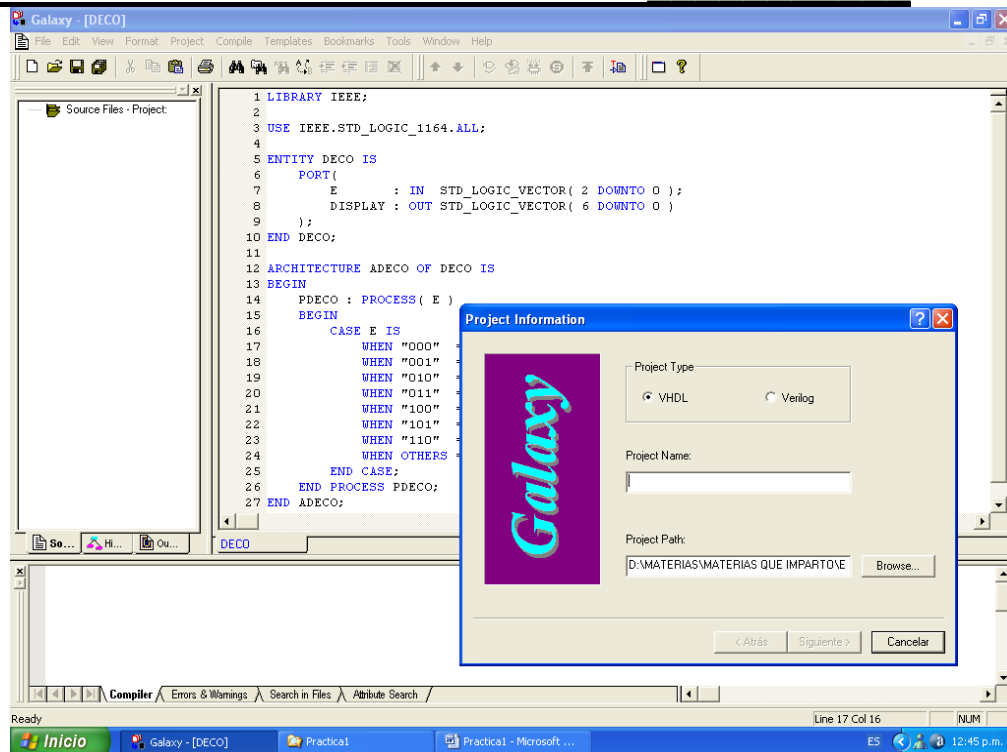

Figura 1. Nombre del proyecto (*prac2\_deco*) y path.
- a) **File→New→ Project [Target-Device]**. Esto abre una ventana, como se muestra en la figura 1, en la cual se introduce la ruta donde se salvará el proyecto, el nombre del mismo (**Prac2\_deco**) y además se selecciona el lenguaje que se va a utilizar (VHDL o Verilog HDL), que en este caso es VHDL.